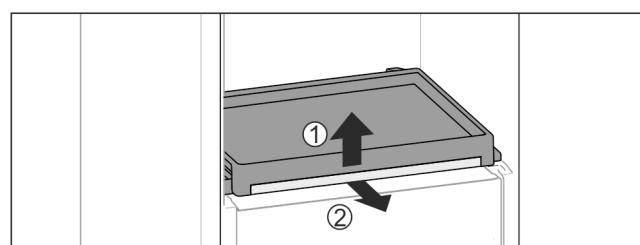

Fig. 77
- Scoateți raftul extractabil cu placă de sticlă: Ridicați ușor placă de sticlă în față Fig. 77 (1) și extrageți-o spre înainte Fig. 77 (2).